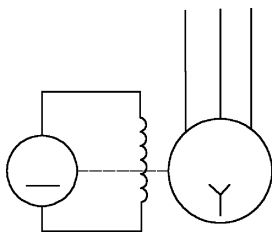

图 4-26 绘制虚线
(12) 单击“图层特性管理器”选项板中图层下拉列表框的下拉按钮，将“虚线”图层设置为当前图层，并在两个圆之间绘制一条水平连线，如图4-26所示。